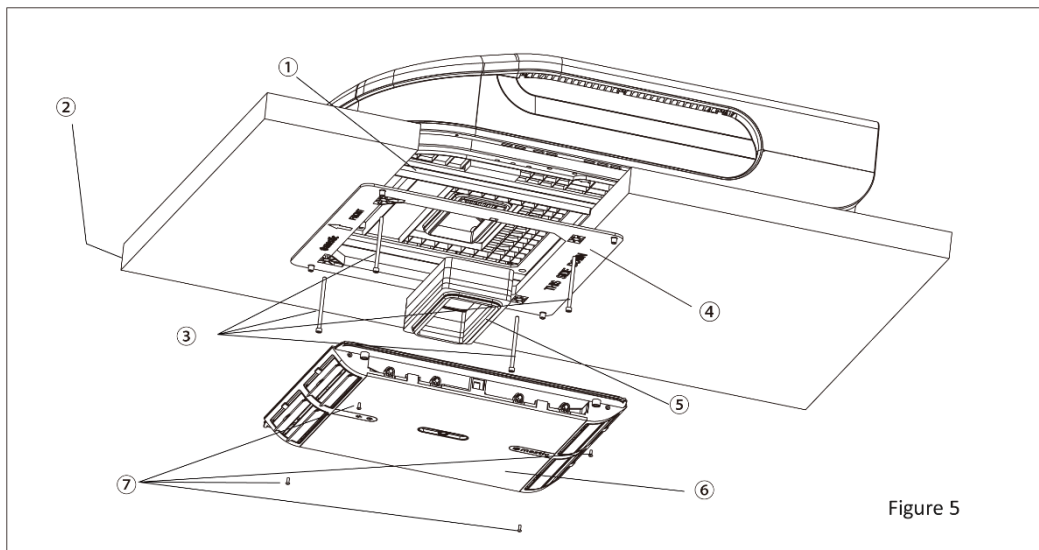

Figure 5
2. Trasportare l'unità esterna sul tetto del veicolo e allinearla con le aperture presenti sul tetto stesso. Utilizzare 2 set di piastre di montaggio e 4 bulloni per fissare l'unità esterna (vedere fig. 5).
6. Installare il gruppo schiuma sul gruppo condotto dell'aria. Utilizzare 4 bulloni a vite per fissare il gruppo condotto dell'aria alla piastra di montaggio. Dopo aver collegato l'unità esterna con l'unità interna, verificare che il gruppo schiuma non si sia allentato (vedere fig. 5).